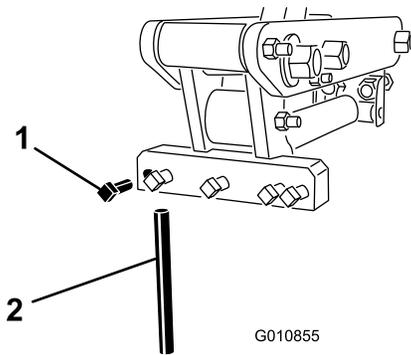

Bild 24
- Lösen Sie die Klemmbolzen und entfernen Sie die vorher verwendeten Zinken (Bild 24).